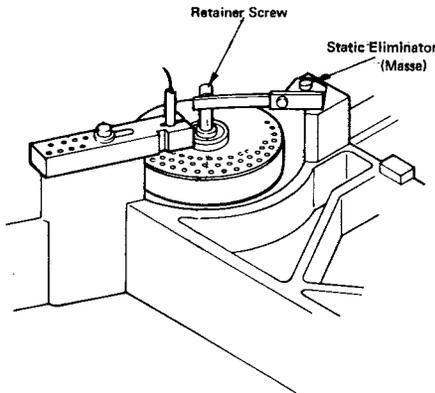

Abb. 8 Spindelansicht von unten
- b) Ohm-Meter zwischen blanken Retainer Screw und Masse anschließen (siehe Abb. 8)
- e) Wenn der Widerstand trotzdem größer als 5 Ohm ist Static Eliminator und/oder Retainer Screw austauschen (siehe Abb. 8 und 9).